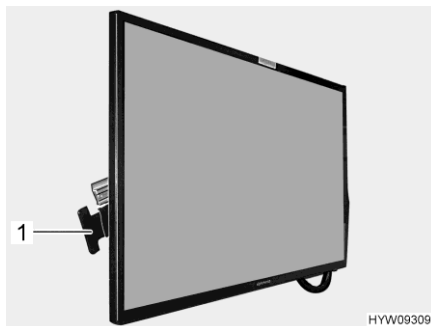

Fig. 86 Pantalla plana
- Presionar el tirador (Fig. 86,1) en el sentido a la pantalla plana y mantenerlo ahí. La pantalla plana está desbloqueada.